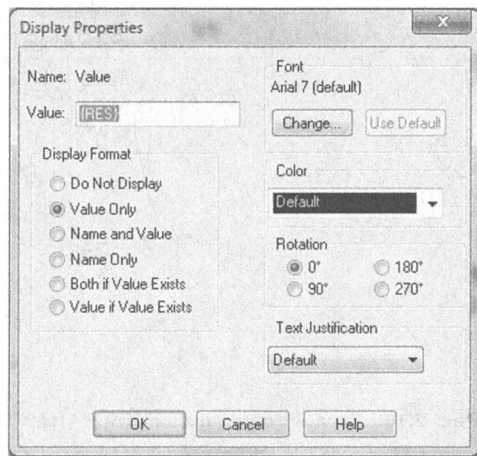

Рис. 2.14. Установка переменной {RES}
1. Выделяем на схеме значение резистора R2 и в редакторе свойств заменяем это значение на {RES} в фигурных скобках (рис. 2.14).